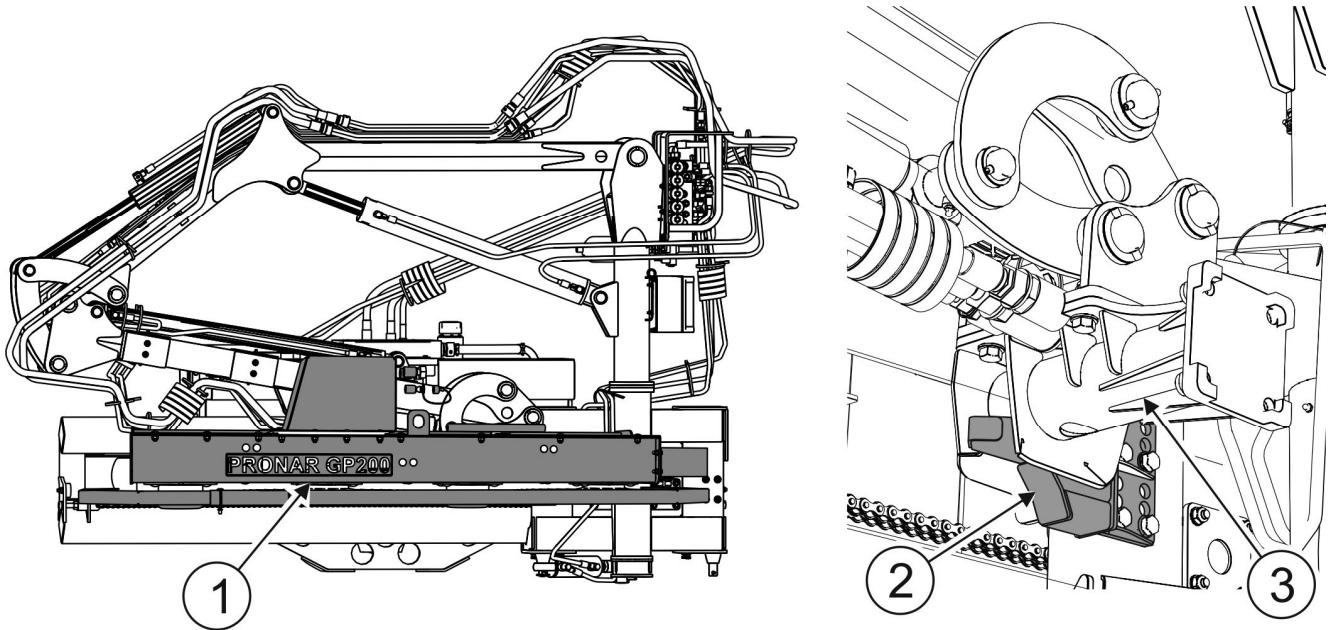
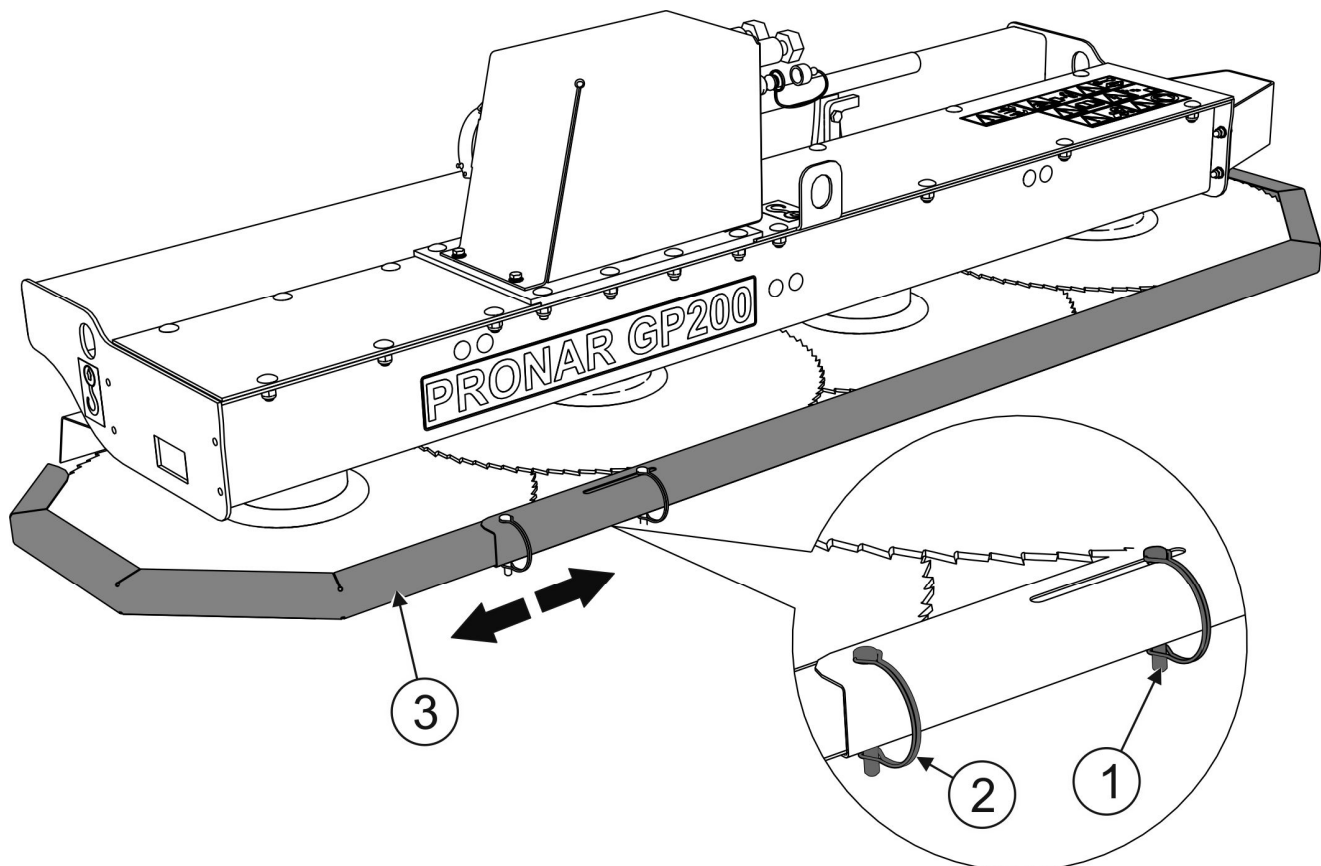

РИСУНОК 4.3 Транспортне положення
РИСУНОК 5.1 Демонтаж захисного кожуха пилкових дисків.
Для транспортування до місця роботи і назад пилку для обрізання гілок (1) слід підняти вгору і закріпити її на зачепі (2) головки багатofункційного маніпулятора (3) (РИСУНОК 4.3). На пилкові диски необхідно встановити захисний кожух (РИСУНОК 5.1).
- зняти транспортний кожух пилки для обрізання гілок (РИСУНОК 5.1)